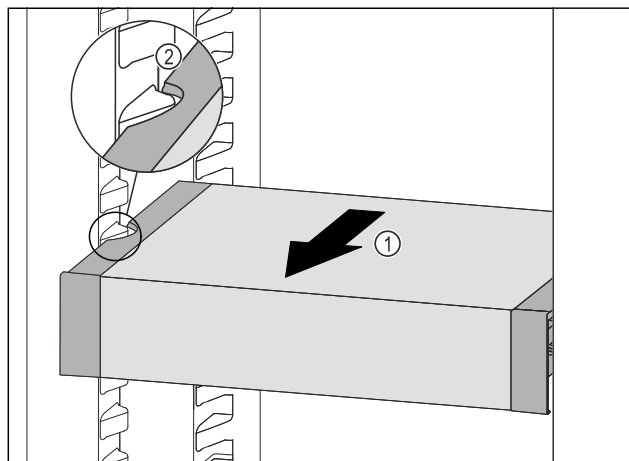

Fig. 209
- ▶ 向前拉动 VarioSafe Fig. 209 (1)，直至 VarioSafe 的侧部凹槽与冷藏区中的容器肋梁持平。Fig. 209 (2)